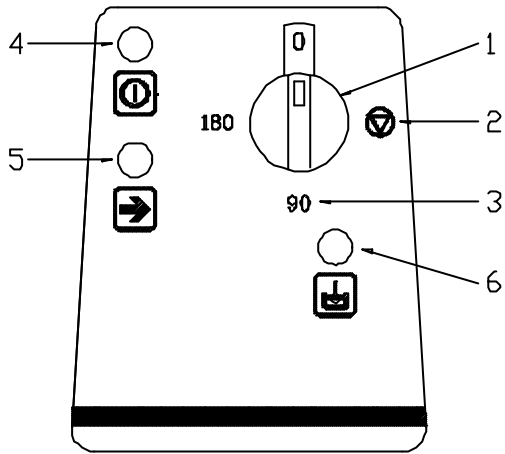

Fig.8
- Bajar el capo y girar el selector (1), (Fig. 8), a la posición de preparación (∇) (2). Se ilumina el piloto (4) y comienza el llenado y calentamiento del agua de aclarado y de lavado.
- Cuando se ilumina el piloto (6), la máquina está preparada.
- El modelo FI-80, dispone de 2 ciclos (3) de 90 y 180 segundos (Fig. 8). El piloto (5), indica máquina trabajando.